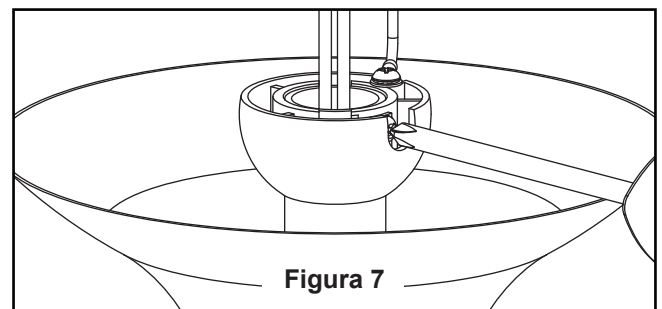

Figura 7
7. Vuelva a colocar la semiesfera en el barral como se indica a continuación. Pase los cables de negro, blanco y azul a través de la semiesfera. Pase el pasador a través de los dos orificios en el barral y alinee la semiesfera de modo que el pasador quede atrapado en la ranura de la parte superior de la misma. Empuje la semiesfera hacia arriba, bien ajustada contra el pasador. Ajuste firmemente el tornillo de fijación en la semiesfera. Si el tornillo de fijación está flojo, podría provocar oscilación del ventilador. (Figura 7)